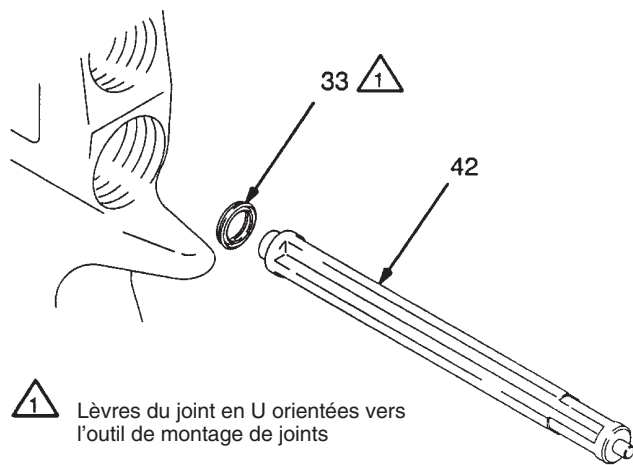

Fig. 9
5. Disposer le joint en U neuf (33) sur l'outil de montage de joint (42), lèvres du joint en U orientées vers l'outil, comme illustré à la Fig. 9.
6. Enfoncer le joint (33) dans le pistolet jusqu'à ce qu'on le sente nettement s'encliqueter en place.